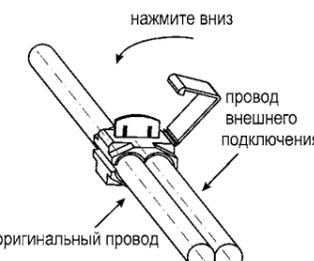

рис.10 Соединение проводов через зажим
3.13. Подключите к БК жгут для подключения (рис. 2) через разъем (рис.6 поз.2) и протяните жгут для подключения. Соедините провода жгута БК с оригинальными проводами автомобиля согласно схеме подключения. Соединение производится при помощи зажимов (рис.4). Схематичное соединения проводов через зажим показано на рис.10.
жгута БК к красно-желтому проводу колодки аварийной сигнализации. (см. рис.13).Схематичное соединение проводов через зажим показано на рис.10.
3.15 Для автомобилей CHEVROLET LANOS до 2008 г.в.(ЕВРО-2) Протяните провод "Масса" (черный провод жгута БК) от места предполагаемой установки БК до колодки включения противотуманных фар. При помощи зажимов (рис.4) соедините **черный** провод жгута БК к черному проводу включения противотуманных фар (см. рис.13). Схематичное соединения проводов через зажим показано на рис.10.
3.16 Протяните провод "габаритные огни" (белый провод жгута БК) от места предполагаемой установки БК до колодки включения противотуманных фар. При помощи зажимов (рис.4) присоедините **белый** провод "габаритные огни" из жгута БК к **коричневому с белой полосой** проводу (рис.13). Схематичное соединения проводов через зажим показано на рис.10.
Схематичное соединение проводов через зажим показано на рис.10. Вставьте контакт **серого дополнительного** провода "М-линия" в контакт М колодки диагностики согласно схеме подключения дополнительного провода М-линии чения БК (рис. 13).